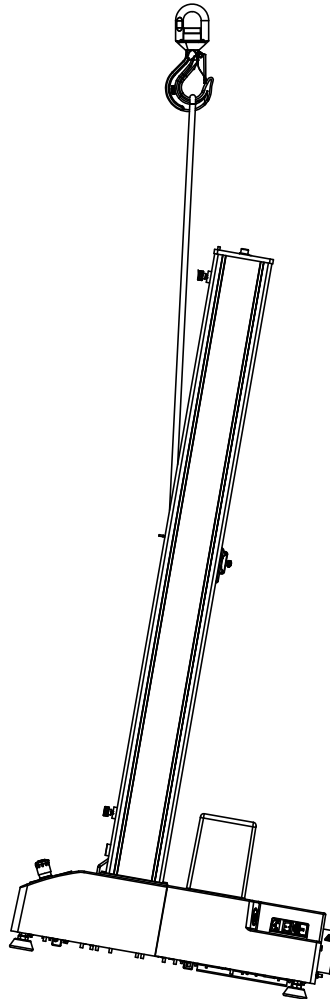

Abbildung 12. Anheben des Prüfrahmens mit einem Kran
1. Befestigen Sie den Hebegerat an der Traverse und sichern Sie ihn am Kranhaken, sodass der Gurt sich vertikal von der VORDERSEITE der Traverse wie in Abbildung 12 auf Seite 65 gezeigt ausweitet. Wenn Sie anstelle eines Hebegerats